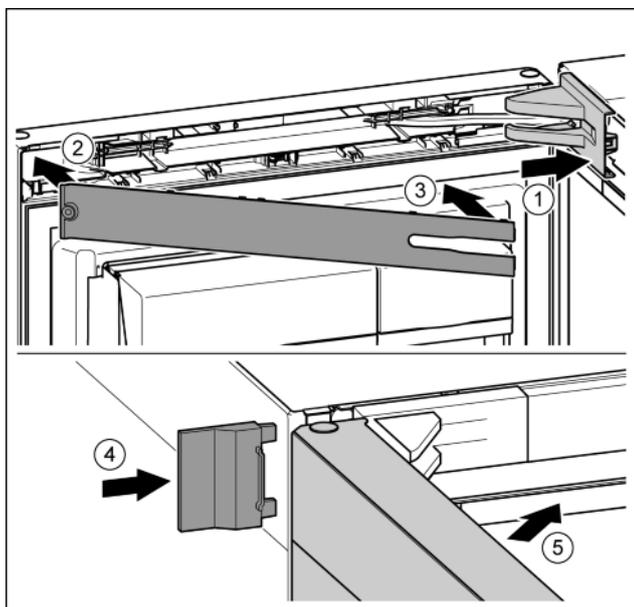

Fig. 22
- ▶ Крышку опорного кронштейна установить и зафиксировать, при необходимости, осторожно разжать. Fig. 22 (1)
- ▶ Установить накладку. Fig. 22 (2)
- ▶ Наклонить и защелкнуть накладку. Fig. 22 (3)
- ▶ Надвинуть внешнюю крышку. Fig. 22 (4)
- ▶ Закрыть верхнюю дверь. Fig. 22 (5)